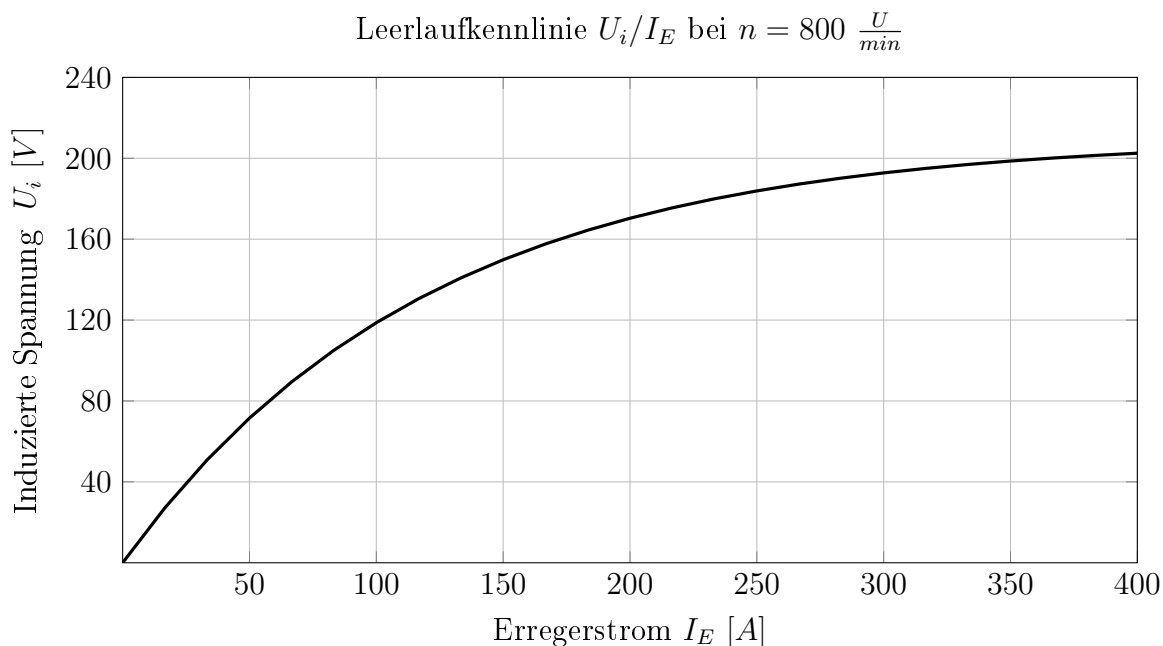

Abbildung 3: Leerlaufkennlinie
Eine Leerlaufkennlinie $\frac{U_i}{I_E}$ bei $n = 800 \frac{U}{min}$ ist gegeben (siehe Abb.3).
1. Da es sich hier um eine **Reihenschluss**-Gleichstrommaschine handelt, ist der Strom, welcher durch die Erregerwicklung geht gleich dem Strom durch den Anker $I_A = I_E$. Aus der Abb.3 wird bei $I_A = 280 \text{ A}$ die Induzierte Spannung $U_i = 190 \text{ V}$ abgelesen. Das Moment errechnet
3. Bei einem geänderten Ankerstrom wird auch eine andere Spannung induziert, wodurch $k_1 \Phi$ neu bestimmt werden muss. Aus der Abb.3 wird bei $I_A = 140 \text{ A}$ die Induzierte Spannung $U_i = 150 \text{ V}$ abgelesen. Das Moment errechnet sich nach Glg.(??).